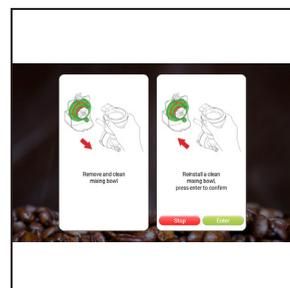

Fig.6
5. L'écran affichera **REMETTEZ UN BOL DE MÉLANGE PROPRE, APPUYEZ SUR ENTER POUR CONFIRMER**. Appuyez sur ENTER. (Voir Fig.6).